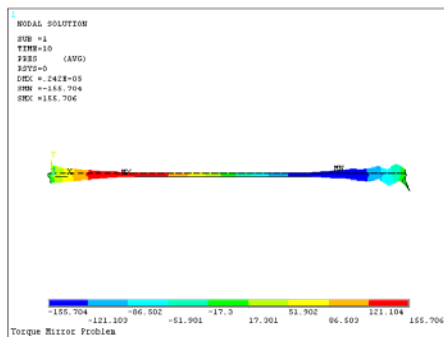

图 9-40 压力场分布等值线图
③ 在“Item to be contoured”列表框中依次选择 DOF Solution→Pressure，单击“OK”按钮，ANSYS 窗口将显示如图 9-40 所示的压力场分布等值线图。